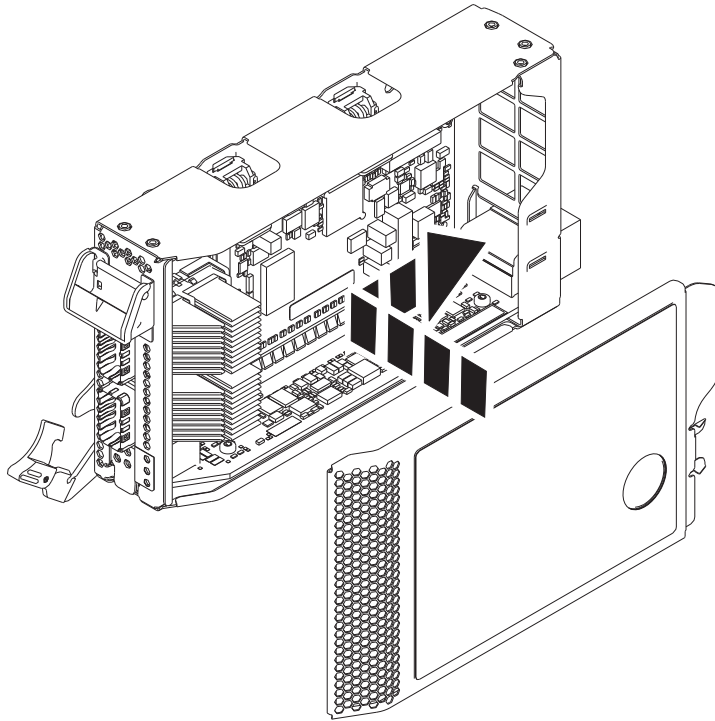

Figure 20. Remise en place du couvercle de la cassette de cartes PCIe
- a. Positionnez correctement le couvercle et faites-le glisser pour le remettre en place sur la cassette comme illustré dans la figure 20.